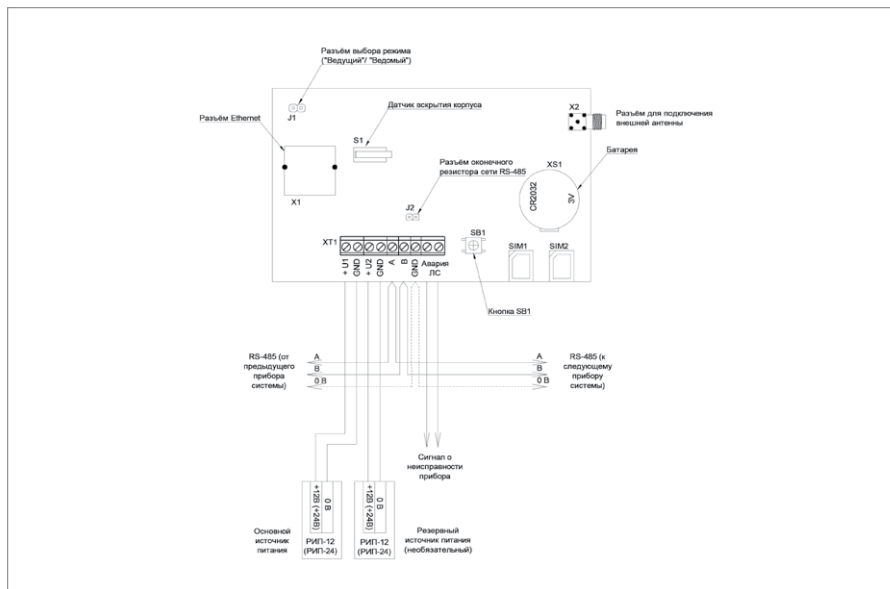

Рисунок 6. Схема подключений «С2000-PGE исп.01»
1.3. Подключение соединительных линий производите в соответствии с проектной документацией и схемой на Рисунок 6.